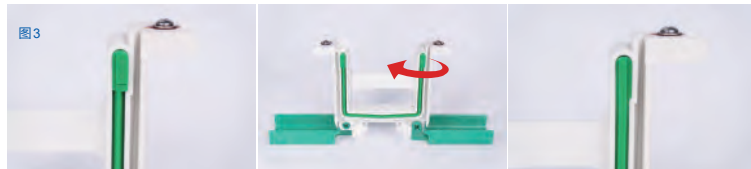

图 3
- ④ 推出梳子时，尽量避免孔道内有残留液体。
- ⑤ Bio-Rad、WIX 等品牌硅胶密封条凸起的电泳槽（见图 3）的使用注意事项：将电泳槽内框架的绿色硅胶密封条取出，然后将其平坦的一面朝外并重新插回内框架的凹槽中。(如图 3 所示)